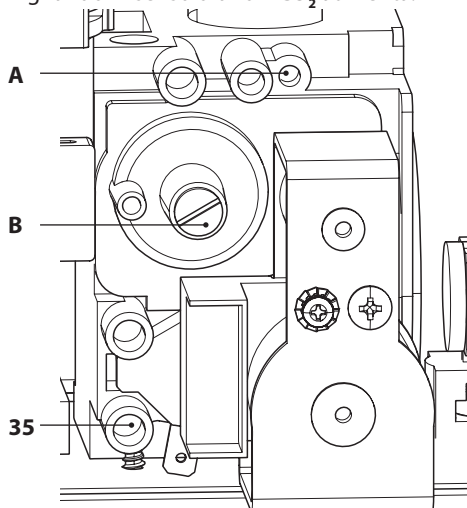

Figura 7.6
- A caldaia spenta (fuori servizio), controllare la pressione di alimentazione utilizzando la presa 35 in Figura 7.6 e confrontare il valore letto con quelli riportati nella tabella Pressioni di alimentazione gas nella sezione "Dati tecnici" pag. 30.
- Richiudere bene la presa di pressione 35 in Figura 7.6.
tappo in ottone di protezione **B** e agire sulla vite a brugola \varnothing 4 mm sottostante Figura 7.6, girando in senso orario il **CO₂** aumenta.
- Se i due dati non coincidono agire sulla vite regolazione massimo RQ (A in Figura 7.6) della valvola gas e tarare il CO_2 allo stesso valore riportato nella sezione "Dati tecnici" in tabella "Dati in sanitario" pag. 30 (modello M260BJ.2025SM/T) e pag. 34 (modello M260BJ.3035SM/T). Girando in senso orario il CO_2 diminuisce.